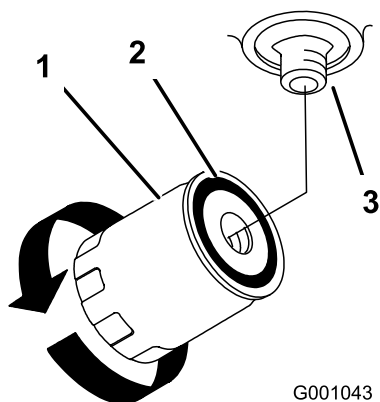

Figura 57
4. Spalmate un velo di fluido idraulico sulla guarnizione di gomma del filtro di ricambio (Figura 57).
6. Riempite il serbatoio con fluido idraulico finché questo non fuoriesce dal filtro, quindi girate il filtro in senso orario fin quando la guarnizione di gomma non tocca l'adattatore del filtro; a questo punto serrate il filtro girandolo di un altro mezzo giro (Figura 57).